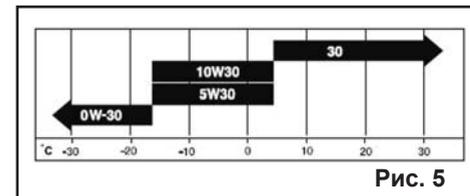

Рис. 5
7.1. Проверка уровня масла в двигателе (Рис.5,6).